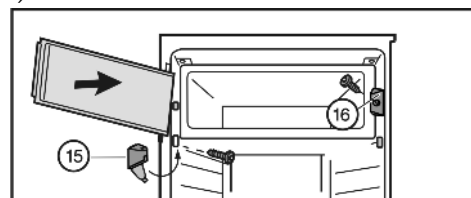

Fig. 7
- ▶ Zamontować element zamykający Fig. 7 (16).
- ▶ Zamontować płytkę zawiasu Fig. 7 (15) i zamknąć osłonę.